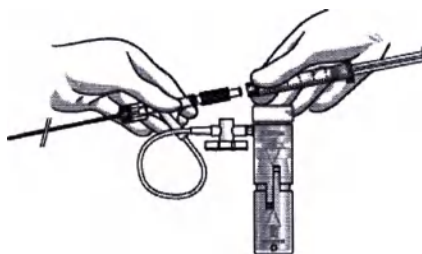
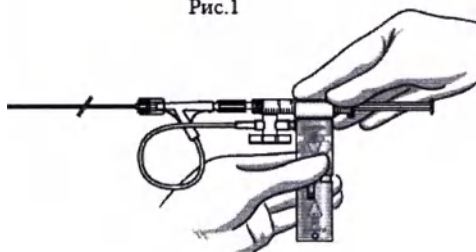

Рис.2
Рис.3
- Удалите иглу, присоедините шприц (рис. 2) к коннектору Луер-лок свободной трубочки гибкого катетера аппликатора, поместите шприц, прижав до щелчка (см. рис. 3) в специальный держатель на верхней части корпуса футляра.